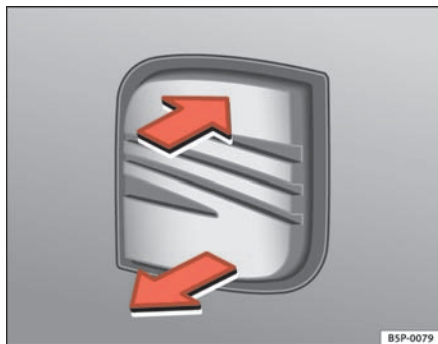
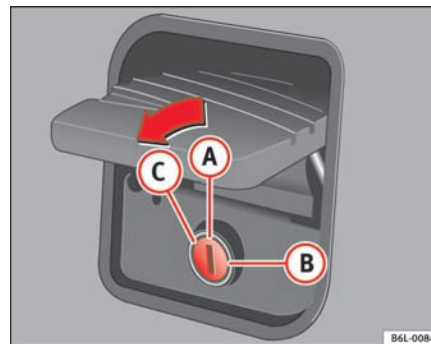

Fig. 49 Bagagerumsklap: åbning udefra
Fig. 50 Lukning af bagagerumsklap
- Træk i udløsergrebet, og løft bagagerumsklappen ⇒ fig. 49. Slidsen i låsen skal være i lodret position ⇒ fig. 50 **a**.
Når slidsen i låsen **a** ⇒ fig. 50 er i lodret position, låses bagagerumsklappen automatisk op og låses ved hjælp af centrallåsen. Bagagerumsklappen kan også låses op og låses med nøglen.
Når slidsen i låsen er i vandret position **b** ⇒ fig. 50, er bagagerumsklappen låst permanent og kan kun låses op med nøglen.
For at åbne bagagerumsklappen skal nøglen drejes helt **C** ⇒ fig. 50 i pilens retning. Nøglen kan ikke tages ud af låsen i denne stilling.